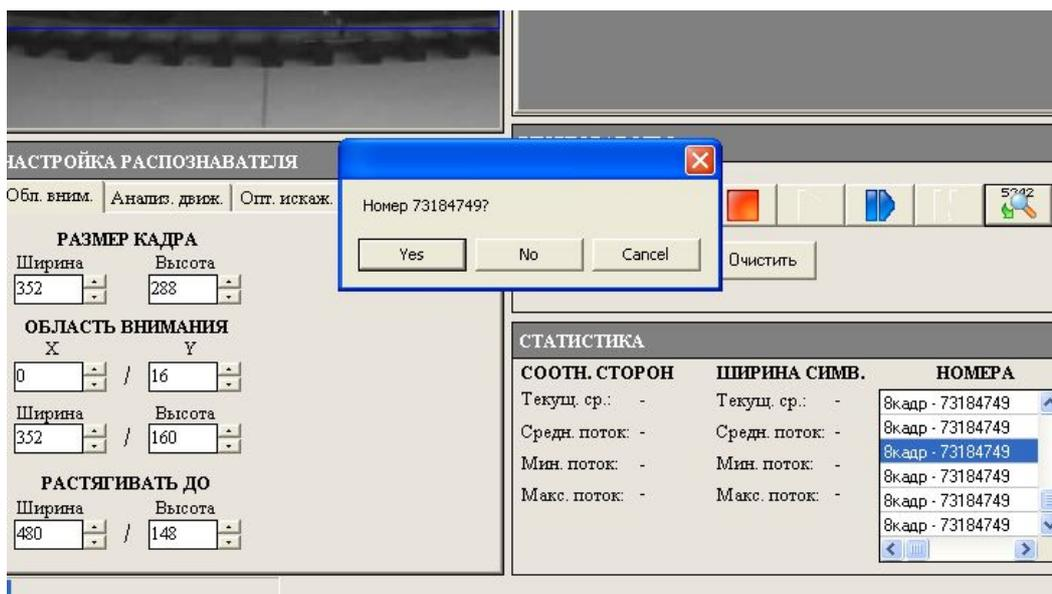

Рис. 59 Запрос подтверждение на правильность результата распознавания
- Используя кнопки *Воспроизведение*, *Пауза*, *Следующий кадр*, *Стоп*, *Перемотка*, спозиционируйтесь на кадр видеофайла, где есть полный чётко нанесённый номер. Нажмите кнопку *Калибровать* . Калибратор произведёт первоначальный поиск номера путём перебора всех возможных значений размеров цифр. Данная операция может занять 1-2 минуты. При нахождении и распознавании первого номера калибратор запросит подтверждение на правильность результата распознавания (Рис. 59). После нахождения первого номера дальнейший поиск номера в кадре будет занимать значительно меньшее время.